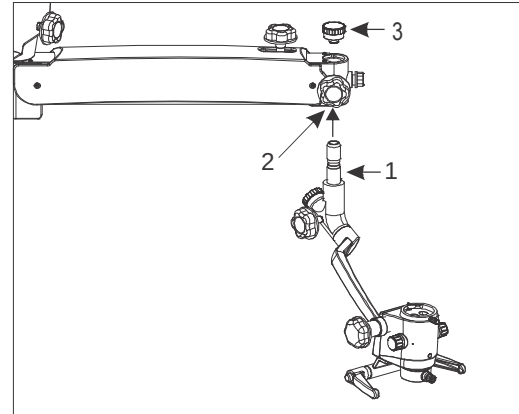

Fig. 5
- 7.4 Retirer l'ensemble de l'assemblage incliné de la boîte d'emballage. Installer l'assemblage dans le bras de suspension en déplaçant l'axe du guide (1) au bras de suspension (2), avant de faire glisser dans l'axe du guide. Assurer l'assemblage incliné avec le bouchon à vis (3). Voir Fig. 5. Installer toutes les clés de blocage dans le bras de suspension, l'assemblage incliné et la clé de blocage du sélecteur de grossissements.